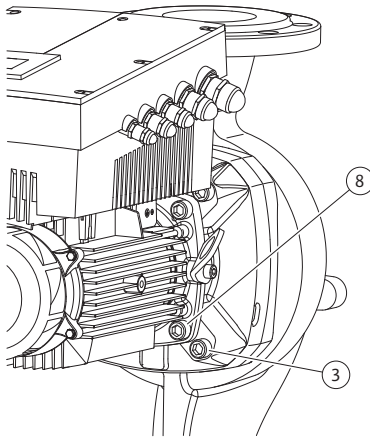

Fig. 50: Fixação opcional do conjunto de encaixe
- Desapertar e remover os parafusos (Fig. 7, pos. 3). Consoante os modelos de bomba, os parafusos exteriores (Fig. 50, pos. 3) devem ser retirados. Após a remoção dos parafusos, o conjunto de encaixe (ver Fig. 13) fica seguro no corpo da bomba, não existindo perigo de basculamento mesmo com o veio do motor na horizontal.
- Consoante o modelo da bomba, desapertar os parafusos (Fig. 7, pos. 10) ou, em alternativa, os parafusos (Fig. 50, pos. 8).
22. Empurrar cuidadosamente a lanterna sobre o veio e colocá-la na posição anterior ou num outro ângulo em relação à flange do motor, respeitando as posições de instalação autorizadas dos componentes (ver capítulo 7.1 “Posições de instalação autorizadas e alteração da disposição dos componentes antes da instalação” na página 280). Fixar a lanterna à flange do motor com os parafusos (Fig. 7, pos. 10) **ou** – nos modelos de bomba/lanterna segundo (Fig. 50) – com os parafusos (Fig. 50, pos. 8).